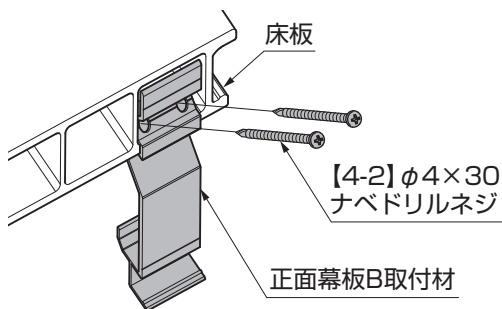

図11-7 柱目・プレーンタイプの場合
- ③正面幕板B取付材を、床板のホロ一部に【4-2】で固定してください。(図11-7、図11-8参照)